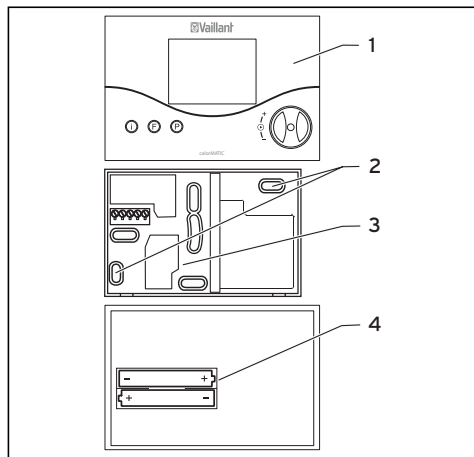

Fig. 9.2 Montar el regulador de temperatura ambiente
- Realice dos perforaciones para la sujeción **(2)** con un diámetro de 6 mm (según la fig. 9.2) e introduzca los tacos adjuntos.
- Ponga las baterías adjuntas en el compartimento de las baterías que se encuentra en la parte posterior del regulador (fig. 9.2, pos.4). Tenga en cuenta la polaridad correcta de las baterías.